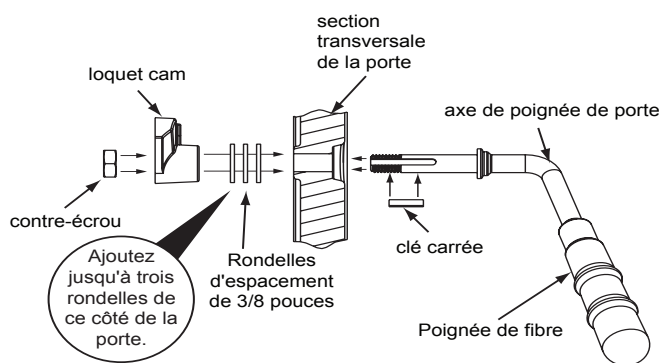

Figure 27.4 - Poignée de porte pour porte voûtée
2. Install additional washer(s) as shown in **Figure 27.4**
6. Install fiber handle (**Figure 27.4**).